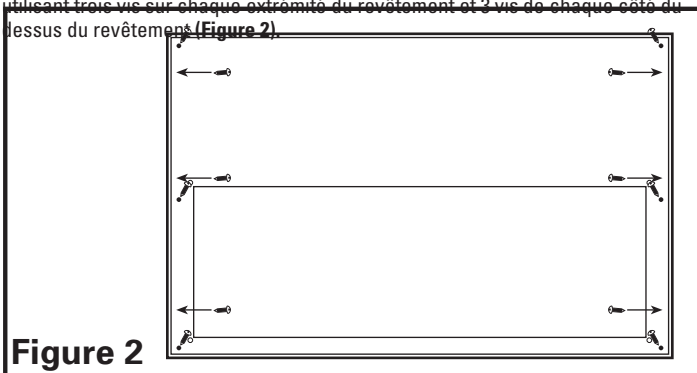

Figure 2
- Fixez le revêtement à l'armature ou au panneau fait sur mesure du cabinet en utilisant trois vis sur chaque extrémité du revêtement et 3 vis de chaque côté du dessus du revêtement (Figure 2).